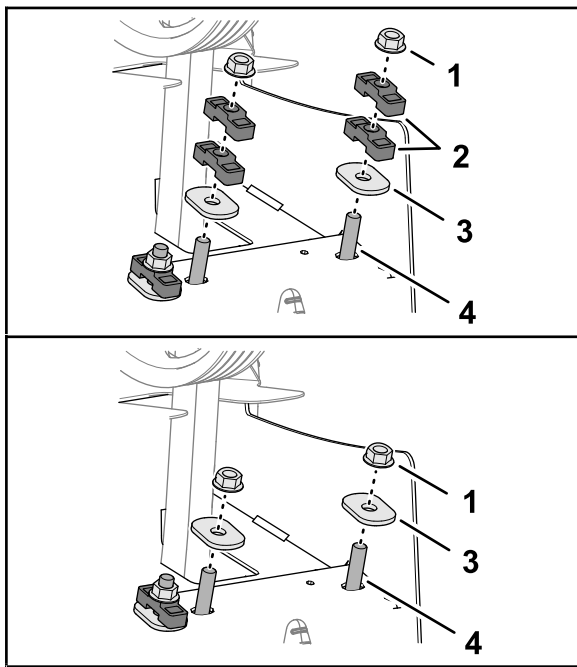

図 134
6. 硬化楕円ワッシャとロックナットで、ダンパナシャフトとスペースを後フレームに固定する **図 134**。